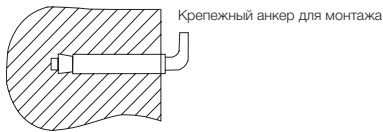

Рис. 4.
- После выбора места монтажа определите места под два крепежных болта с крючками (в зависимости от спецификаций выбранного изделия). Прорежьте в стене два отверстия необходимой глубины с помощью сверла размером, соответствующим размеру крепежных болтов, вставьте винты, поверните крючок вверх, плотно затяните гайки, а затем установите на него электрический водонагреватель (см. рис. 4).